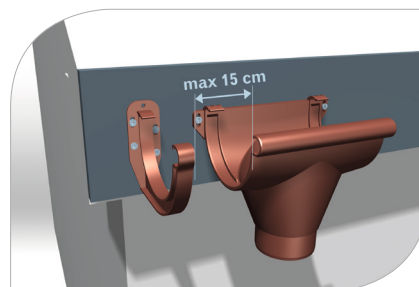

рис. 3
- 1.5 При воронке, соединителе и угле следует монтировать кронштейны максимум на расстоянии 15 см **(рис. 3)**